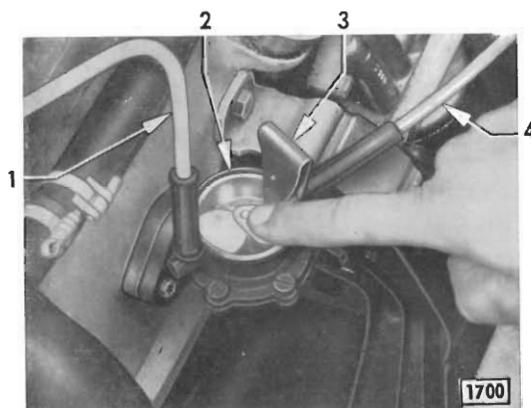

Bild 7 - Kraftstoffpumpen-Abscheideraum reinigen
Bild 7 aufsetzen, so daß die Kraftstoffzufuhrleitung verschlossen ist.
3. Freien Raum, an dessen Stirnseite sich das Einlaßventil – ein Saugventil – befindet, mit Finger abdecken (Bild 7) und Abscheideraum mit Kraftstoff gut ausspülen. Anschließend Abscheideraum mit Preßluft ausblasen.